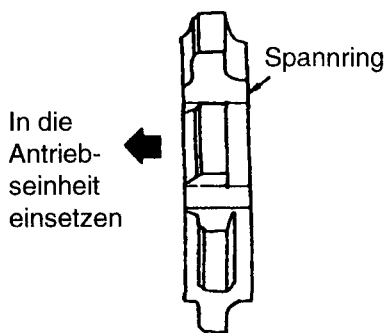

Abb. 8
3. Der Spanning ist richtig ausgerichtet, wenn er problemlos herausgenommen werden kann. (Siehe Abbildung 8)